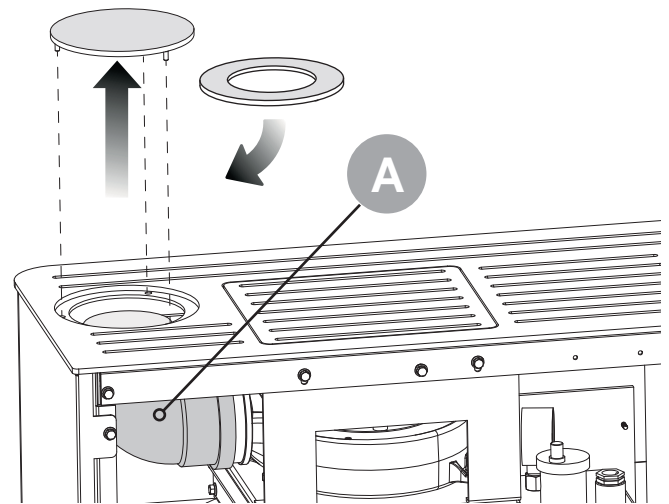

fig. 5.11
5.7.3 Verbindung an den Rauchabzug (Abb. 5.11)
Es ist möglich, den Ofen an das Rauchabzugssystem hinter oder oberhalb zu verbinden, indem man einfach das Kurvenstück des Abzugs dreht (Abb. 5.11 -A-). Verriegeln Sie die Kurve mit einer Schraube (Abb. 5.13 r/s)